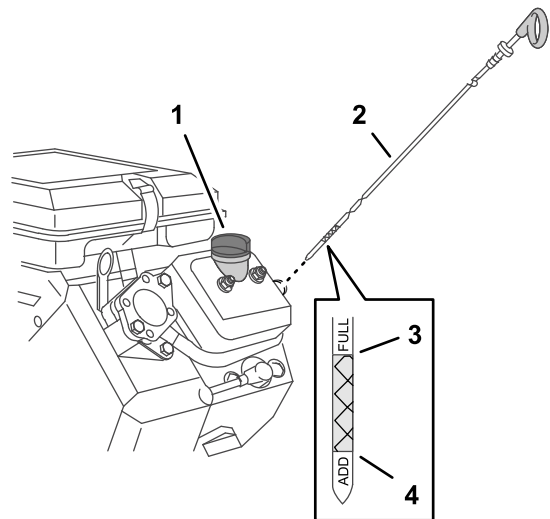

Figure 76
3. Insérez la jauge dans le goulot de remplissage et vissez-la (Figure 76).
4. Sortez la jauge du goulot de remplissage et vérifiez le niveau de liquide qu'elle indique (Figure 76).
**Remarque:** Le niveau d'huile moteur doit recouvrir la zone hachurée sur la jauge (Figure 76).
5. Si le niveau est trop bas, faites l'appoint d'huile spécifiée dans le moteur jusqu'à ce que le niveau se situe entre les zones hachurées sur la jauge (Figure 76).
6. Insérez la jauge dans le goulot de remplissage et vissez-la à la main (Figure 76).